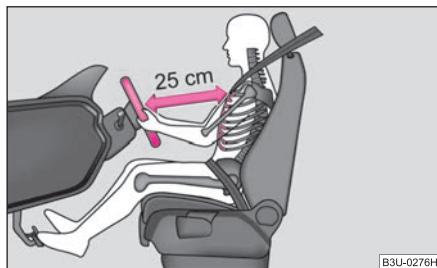

Fig. 102 La distance correcte entre le conducteur et le volant
- Ajustez le volant de façon que l'écart entre le volant et le buste soit de 25 cm au moins ⇒ fig. 102.
- Le conducteur doit être au minimum à 25 cm du volant ⇒ fig. 102. Les airbags ne peuvent pas vous protéger si vous en êtes plus près - danger mortel!